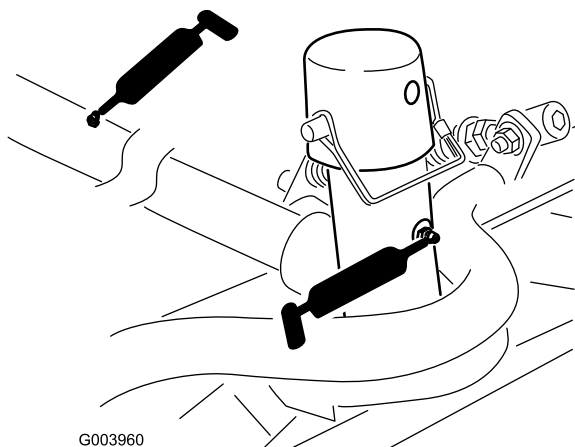

Figura 48
- Articulação e estrutura de transporte da unidade de corte (Figura 48)